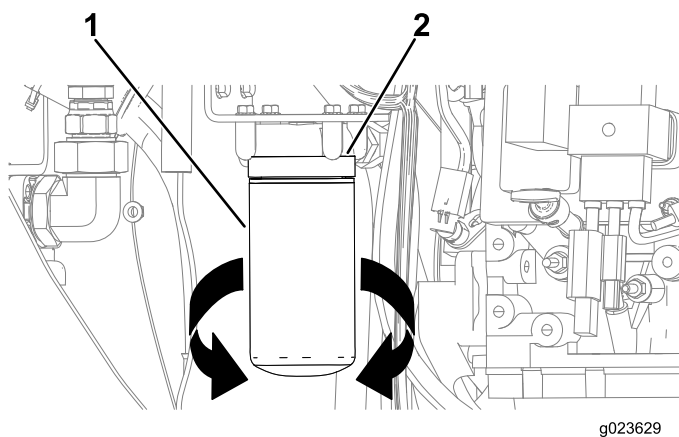

Bild 90
3. Stellen Sie eine Auffangwanne oder legen Sie mehrere Lappen unter den Ölfilter und den Ölfilteradapter (Bild 90).
4. Drehen Sie den Ölfilter nach links und nehmen Sie ihn ab (Bild 90).
8. Fluchten Sie den Ölfilter auf dem Ölfilteradapter aus und drehen Sie den Filter nach rechts, bis die Dichtung des Ölfilters den Ölfilteradapter berührt (Bild 90).
9. Ziehen Sie den Ölfilter mit der Hand um eine weitere halbe Umdrehung an (Bild 90).